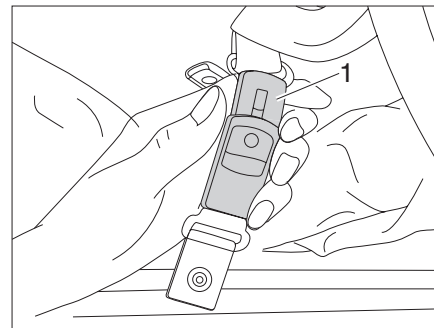

Fig. 33 Ouvrir la ceinture de sécurité
► Ouvrir la ceinture de sécurité (Fig. 33,1).